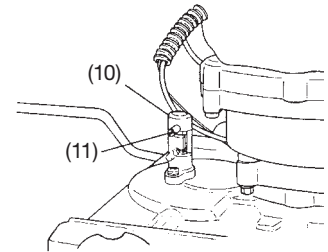

Abb. 8
- 6) Falls der Bohrer festsetzt und sich nur schwer aus dem Boden ziehen läßt, den Motor anhalten und zur Erleichterung dieser Arbeit den Bohrer mit dem Verriegelungszapfen arretieren (Abb. 8).